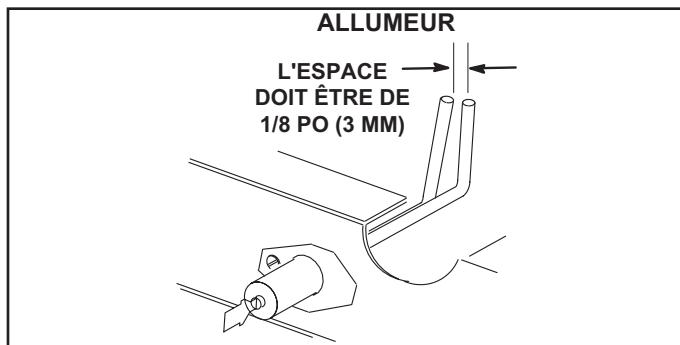

FIGURE 37
- 4 - Localiser l'allumeur sous les brûleurs de gauche. Vérifier l'écartement des contacts à l'aide de mèches hélicoïdales ou de jauges d'épaisseur de la taille appropriée. Voir FIGURE 37.
- Vérifier l'alignement de l'allumeur et du capteur comme indiqué à la FIGURE 37 et au TABLEAU 16.